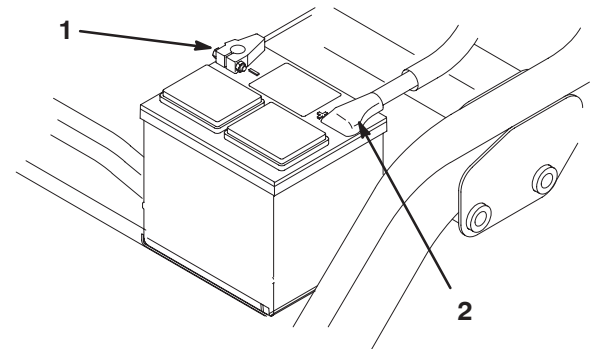

Bild 6
- Klemmen Sie zuerst das Pluskabel (Rot) am Pluspol (+) der Batterie und dann das Minuskabel (Schwarz) am Minuspol (–) der Batterie an, wobei Sie die Kopfschrauben und Muttern verwenden (Bild 6). Ziehen Sie den Gummischuh über den Pluspol, um Kurzschlüssen vorzubeugen.